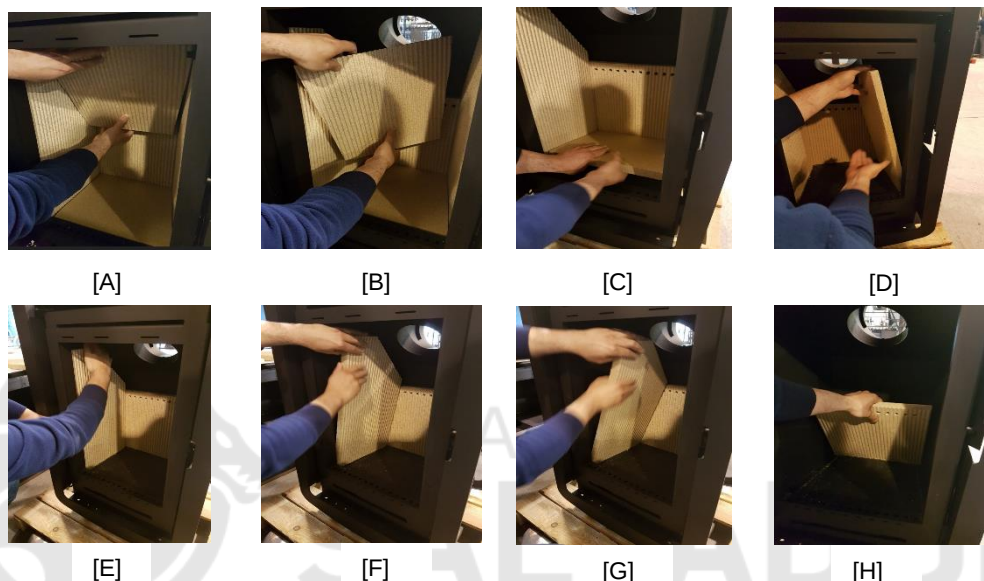

Figura 26 – Secuencia que debe seguir para retirar el deflector de humos y las vermiculitas
- 1 - Sujete el regulador de tiro con las dos manos, una en la zona inferior y la otra en la superior (Figura 26 – [A]);
- 2 - Eleve un poco el regulador de tiro para liberarlo del apoyo inferior (placa de vermiculita de la parte posterior) y de los apoyos superiores (barras de acero). Una vez liberado de los apoyos, debe elevar y desplazar el regulador de tiro hacia la parte frontal del equipo, de modo que se cree holgura suficiente entre el regulador de tiro y la placa de vermiculita de la parte posterior (Figura 26 – [B]);
- 3 - Con la holgura creada anteriormente, incline el regulador hacia un lado y en sentido descendente (Figura 26 – [C]). Retire el regulador de tiro del equipo (Figura 26 – [D]);